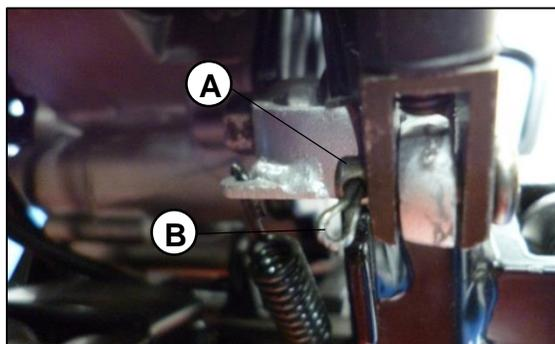

fig. .39
Retire el pasador (A) y el pin de pasador (B) de la conexión bomba de freno pedal freno.Fig.39